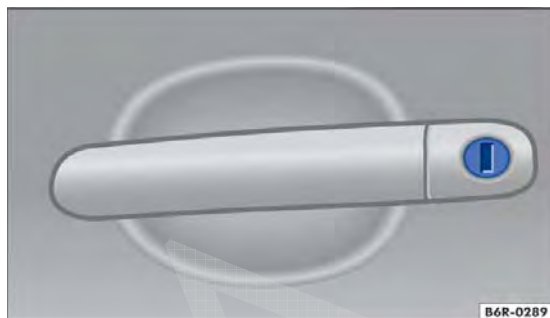

Fig. 154 Maçaneta da porta do condutor com cilindro da fechadura.
- Introduzir a haste da chave no cilindro da fechadura e destravar ou travar o veículo → Fig. 154.